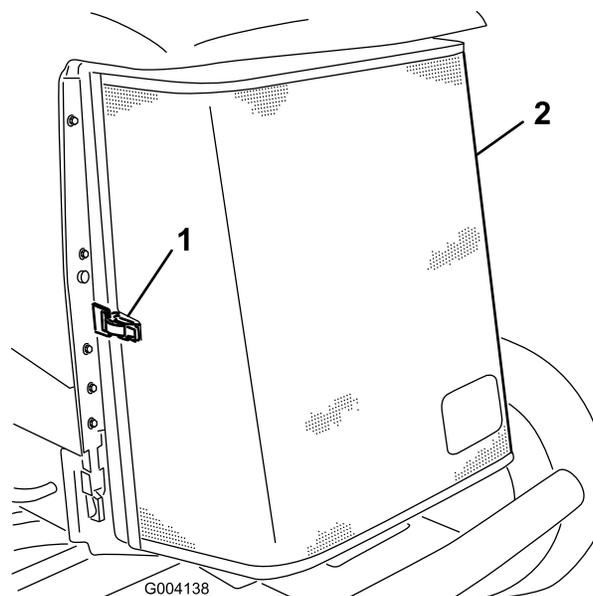

Figura 49
- Desprenda a braçadeira e articule para abrir o painel traseiro (Figura 49).